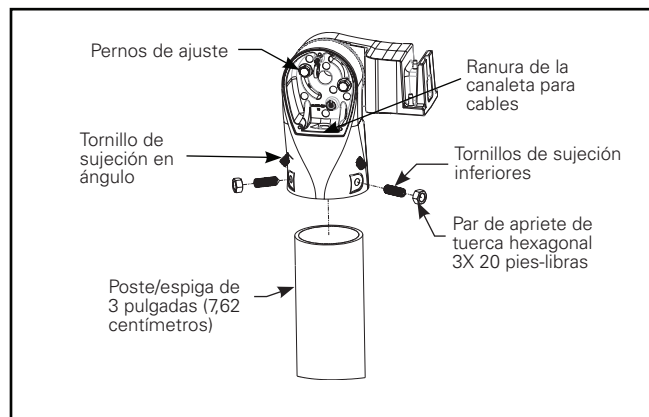

Figura 6.
3. Baje la unidad del brazo sobre un poste de 3 pulgadas (7,62 centímetros) o una espiga vertical mientras alimenta los cables de entrada de la fuente de alimentación de entrada a través de la ranura de paso de cables en el brazo (Figura 6).
- Una vez que la unidad del brazo esté en su posición, ajuste a mano los tres tornillos de sujeción en ángulo para asegurarlos en su lugar. Ajuste a mano los tres tornillos de sujeción inferiores, luego ajuste los tres tornillos de sujeción en ángulo superiores a 20 pies-libras (27 Nm). Instale tres tuercas hexagonales en los tornillos de sujeción inferiores y apriete tanto los tornillos de sujeción como las tuercas a 20 pies-libras (27 Nm). (Figura 6.).